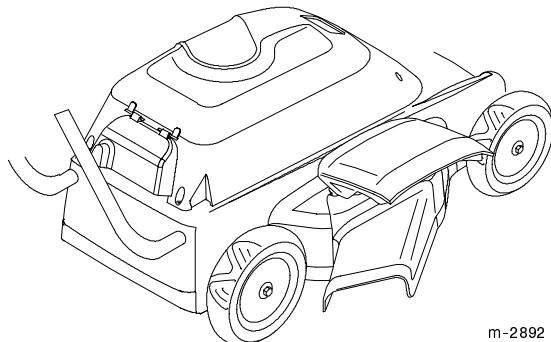

Figure 10
- Rabattre la porte de paillage sur l'éjecteur latéral (Fig. 10).